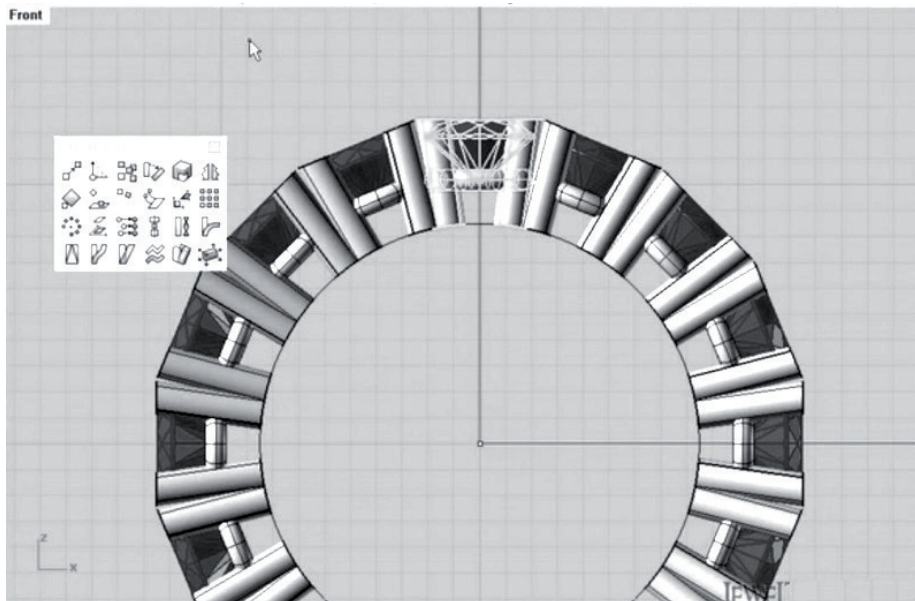

Рис. 111. Готовый массив кастов
21. Выделяем каст, в панели Move выбираем команду Polar Array, центром ставим точку в середине окружности и вводим количество 16. Получаем кольцо с шестнадцатью вставками (рис. 111).